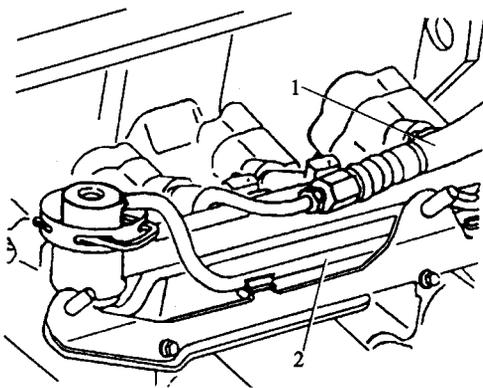

图 1-3 拔下供油管和回油管
13) 拔下燃油分配管上的供油管 1 和回油管 2,如图 1-3 所示。